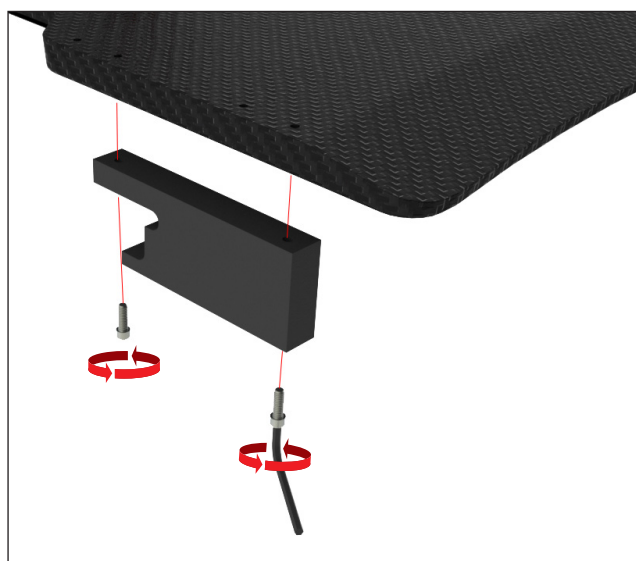

Fig. 35
1. Instale o adaptador na posição apresentada abaixo, em dois dos orifícios com uma distância de 140 mm (5,5") entre si, utilizando 2 parafusos de fixação de ¼-20 x ¾" com a chave Allen fornecida (Fig. 35).